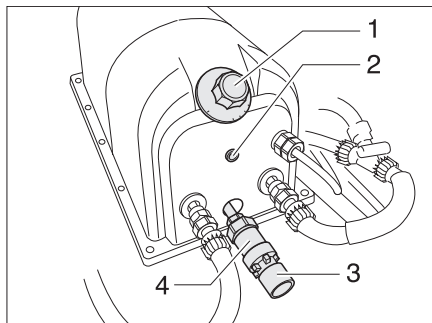

Bild 122 Boiler Reich
Der Boiler wird mit 230 V betrieben. Der Boiler erhitzt ca. 5 l Wasser. Die Wassertemperatur lässt sich am Temperaturregler (Bild 122,1) des Boilers einstellen. Das Wasser kann maximal auf 80 °C erhitzt werden.
- Am Temperaturregler (Bild 122,1) die gewünschte Temperatur einstellen. Die Kontroll-Leuchte (Bild 122,2) leuchtet während der Aufheizphase.
- Den Temperaturregler (Bild 122,1) entgegen dem Uhrzeigersinn bis zur Markierung "I" drehen.
- Am Temperaturregler (Bild 122,1) die gewünschte Temperatur einstellen.
- Den Wasserablauf am Überdruckventil (Bild 122,4) öffnen. Dazu den roten Drehknopf (Bild 122,3) entgegen dem Uhrzeigersinn drehen.